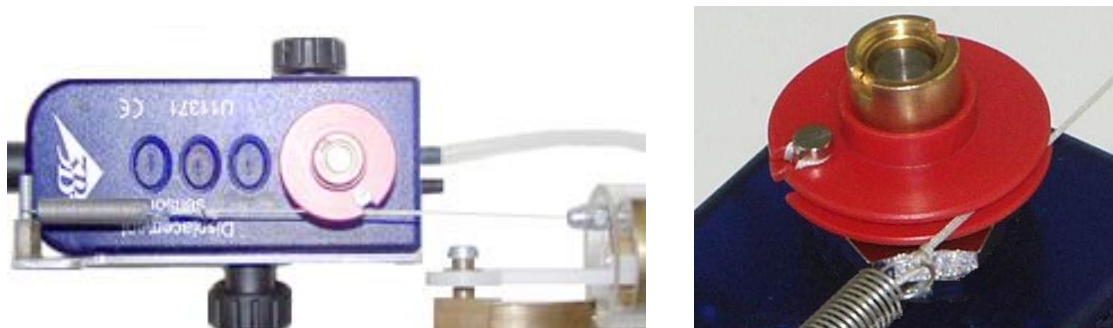

Fig. 2 Montagem da corda sobre a roda de cordas do sensor de distância
- Enrolar a corda segundo a fig. 2 em volta da roda de corda do sensor de distância.